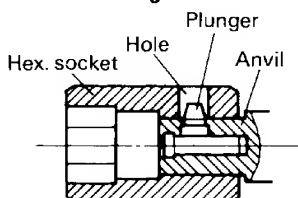

Fig. 2
### (2) Plunger type (WH14, WH16) (Fig. 2)